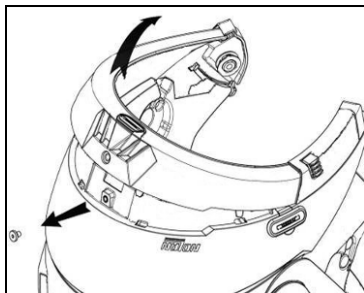

Fig. 1
- Extraer el perno de la garnición en el borde del casco utilizando la llave correspondiente (Fig. 1).
- Extraer completamente la garnición como aparece en la Fig. 1, quitar también el relleno de confort.